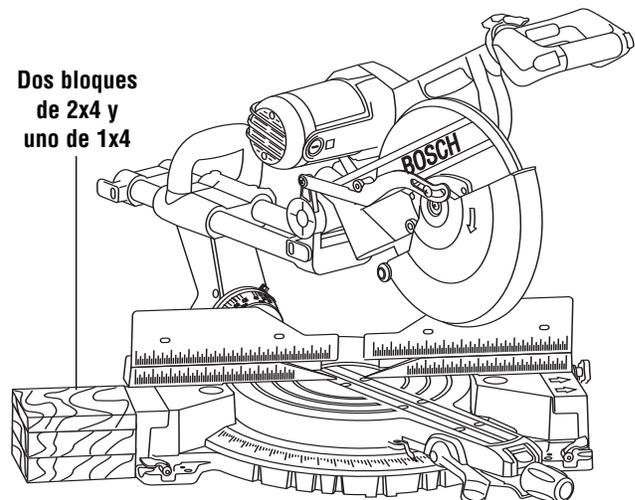

Figura 3. Soporte con bloques
**Bloques:** La altura de la base (3-3/4") está diseñada para coincidir con la madera estándar de dos bloques de 2x4 y uno de 1x4. Se pueden usar tablas de estos grosores para crear extensiones de soporte auxiliar para piezas de trabajo largas (Figura 3).